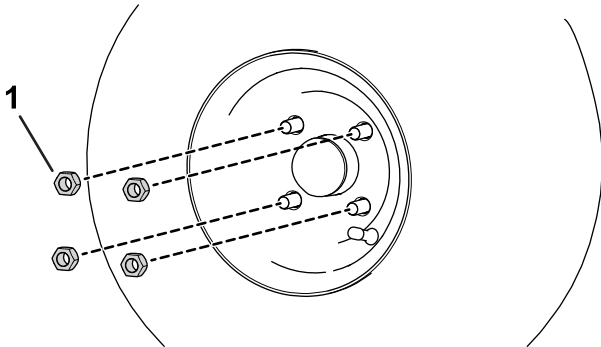

Figure 4
1. Utilisez les écrous de roue retirés précédemment pour fixer la roue au moyeu (Figure 4).